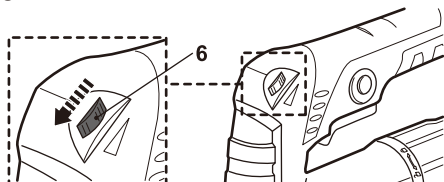

Fig. 8
> Tournez le bouton de réglage de la vitesse (6) vers la gauche (comme sur l'illustration) pour augmenter la vitesse maximum (Fig. 8).